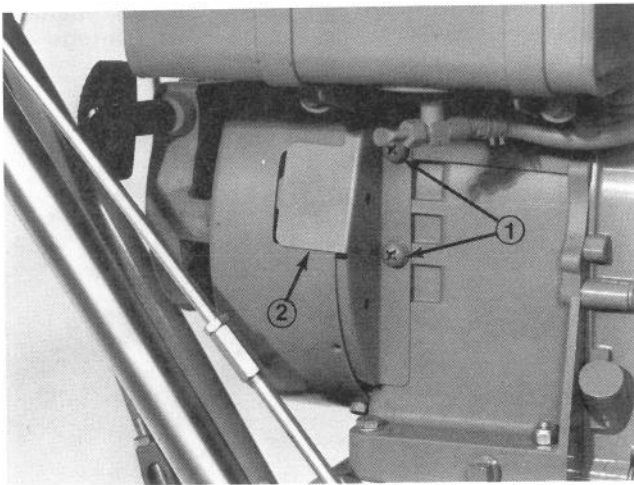

Figure 1
1. Retirez les deux vis de fixation et enlevez le couvercle en le faisant passer par-dessus le volant (fig. 1).